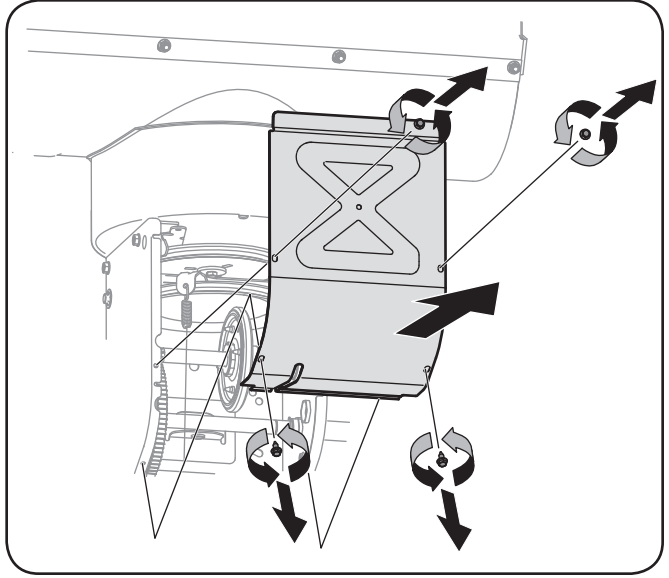

Figure 6-3
3. Enlevez le couvre-châssis en enlevant les deux vis auto-taraudeuses qui le maintiennent. Voir la Fig. 6-3.